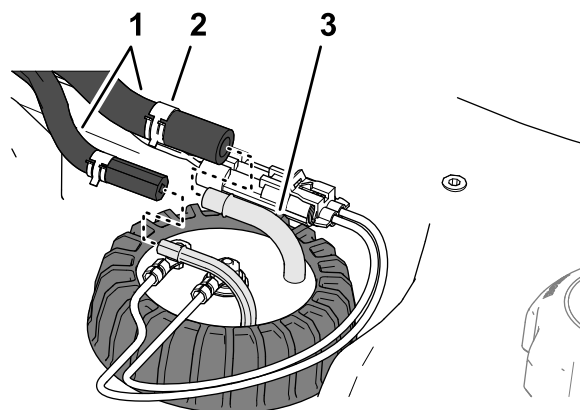

Figura 124
4. Deplasați clemele care fixează furtunurile pe fittingurile părții interioare a transmițătorului pentru combustibil i îndepărtați furtunurile de fittinguri (Figura 124).